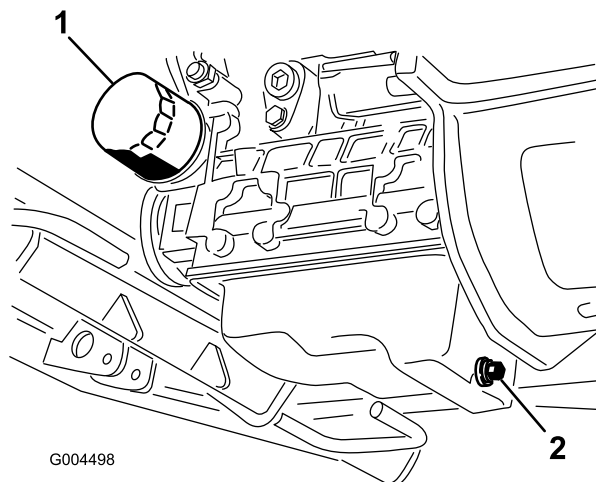

Bild 43
3. Stellen Sie eine Auffangwanne unter die Ölwanne und richten Sie sie mit der Ablassschraube aus (Bild 43).
6. Entfernen und wechseln Sie den Ölfilter aus (Bild 43).